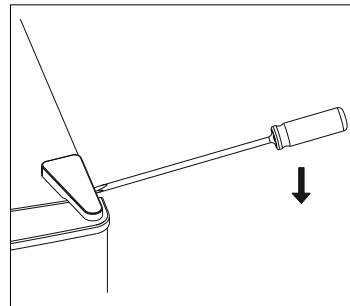

Abb. 3
- ▶ Bringen Sie den Temperaturregler (3) in Stellung „0“. Ziehen Sie den Netzstecker aus der Steckdose.
- ▶ Entfernen Sie die Scharnierabdeckung (1) auf der rechten Seite zum Beispiel mit Hilfe eines Schlitzschraubendrehers (siehe **Abb. 3**).